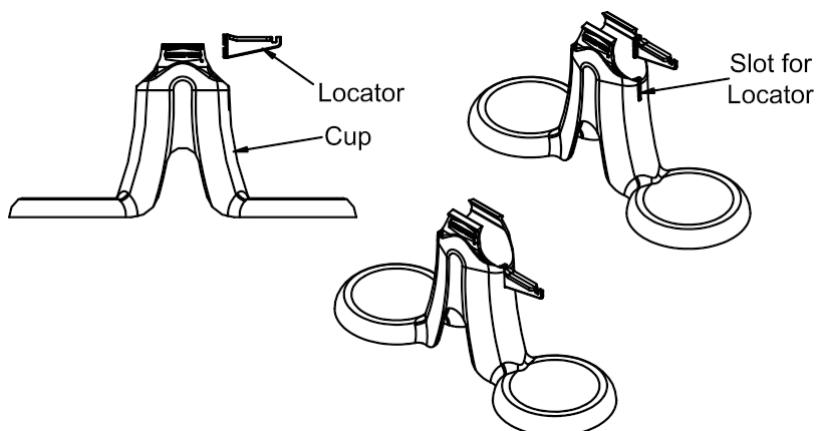

Figure 21. Installation du gobelet Advanti-Flow
- Installez le dispositif de positionnement sur la tasse comme indiqué (**voir figure 21**).